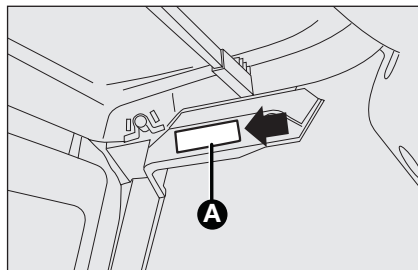

fig. 28
- mediante il cacciavite in dotazione, estrarre la plafoniera **A-fig. 28** agendo nel punto indicato.